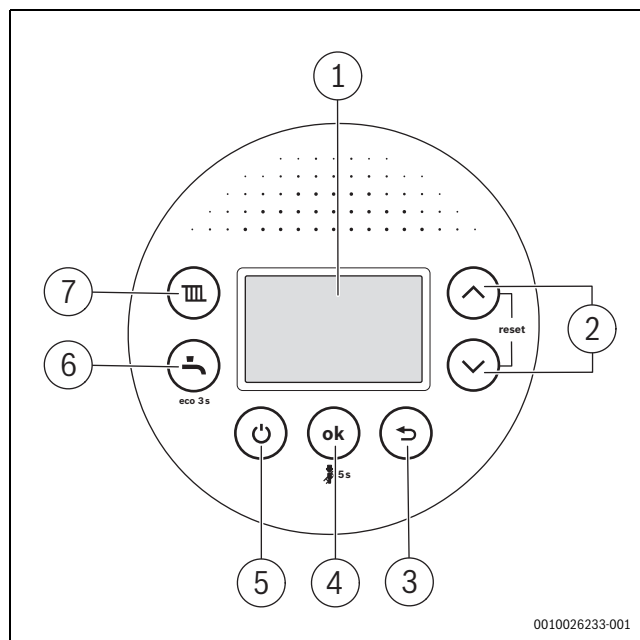

Bild 4 Bedienfeldübersicht
Nach der Inbetriebnahme schaltet die Taste (→ Bild 4, [5]) gleichzeitig Heizung und Warmwasserbereitung aus oder ein, ohne die Spannungsversorgung zu unterbrechen.
- Im normalen Betrieb Gerät mit der Taste (→ Bild 4, [5]) ausschalten.